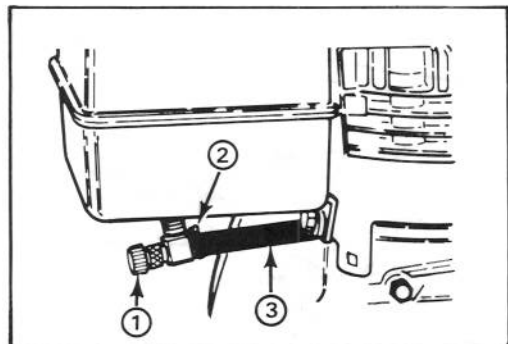

Figure 18
1. Fermez la valve d'arrêt de carburant située sous le moteur (fig. 18).
3. Desserrez les colliers de serrage fixant le tuyau de carburant à la valve et faites glisser ce tuyau pour le dégager de la valve (fig. 18).